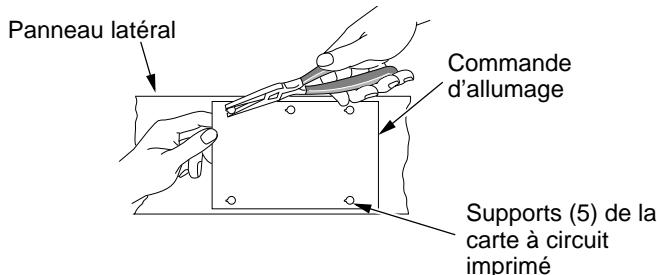

Figure 29 - Retrait de la carte à circuit imprimé
- À l'aide d'une pince à bec de canard, pincer l'ergot situé sur le support de la carte à circuit imprimé et lever la commande d'allumage en la saisissant par le bord (voir Figure 29). Procéder de même pour les quatre autres supports de la carte à circuit imprimé puis retirer la commande.